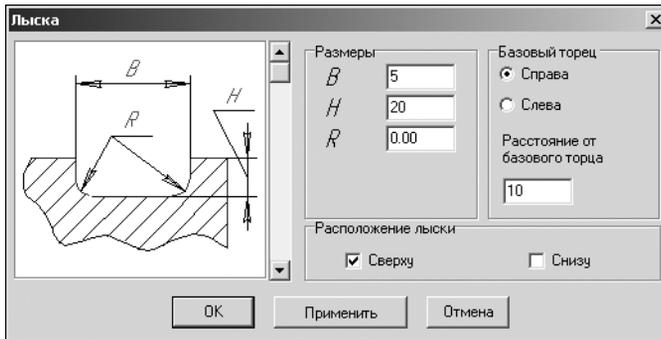

Рис. 4.35.
3. В развернувшемся меню дополнительных элементов выберите команду **Лыска**. Откроется окно, предназначенное для ввода параметров лыски (рис. 4.35). В левой области окна показан вид лыски по умолчанию. Чтобы выбрать другой вид, щелкните по слайду правой (или два раза левой) клавишей мыши.